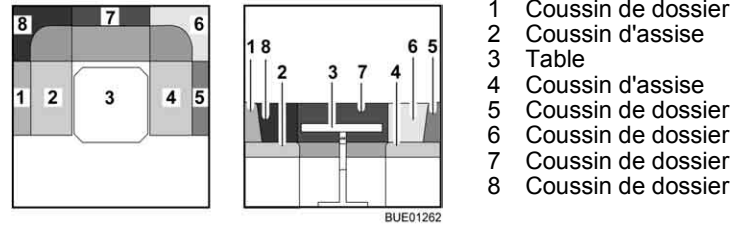

Fig. 75 Avant la transformation
- Convertir la table (Fig. 75,3) en sommier de lit (voir paragraphe 6.11).